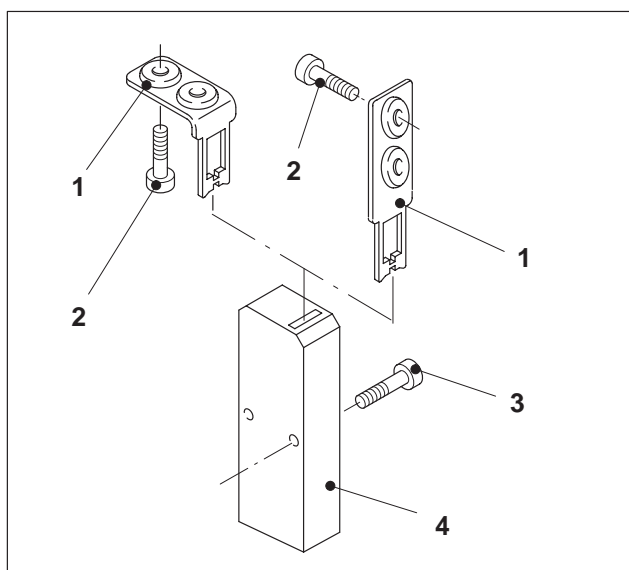

Abb. 6 Schlüsselschalter mit gewinkeltm oder geradem Schlüssel
- ➊ Schaltergehäuse (Abb. 6/4) austauschen und justieren. Neues Schaltergehäuse mit Zylinderschrauben (Abb. 6/3) befestigen.
- ➋ Schlüssel (Abb. 6/1) austauschen und neuen Schlüssel mit Zylinderschrauben (Abb. 6/2) befestigen. Nach Austausch des Schlüssels die Zylinderschrauben mit Schraubensicherungsmittel SN 604-S1 benetzen und festziehen.